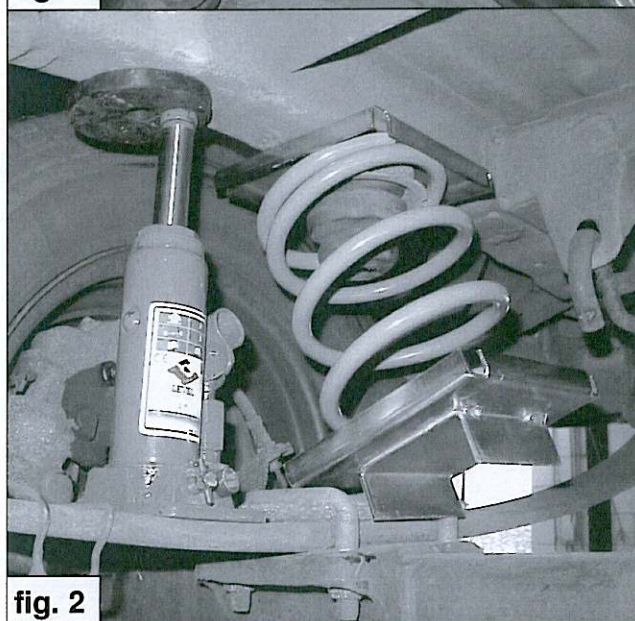

fig. 2
4. Heben Sie das Fahrzeug an und stellen Sie ein Wagenheber zwischen die Blattfeder und das Chassis. Siehe fig. 2.
5. Montieren Sie die Powerspring C zusammen mit den untere Federteller B. Achten Sie darauf dass den untere Federteller richtig zwischen die U-Bolzen der Blattfeder zentriert. Ziehe fig. 2 und 3.
4. Soulevez le véhicule hors des ressorts et placez le cric entre le ressort à lames et le longeron du châssis. Voir fig. 2.
5. Placez le powerspring C avec la coupelle inférieure B. Veillez à ce que la coupelle inférieure soit correctement centrée entre les brides de ressort du ressort à lames. Voir fig. 2 et 3.